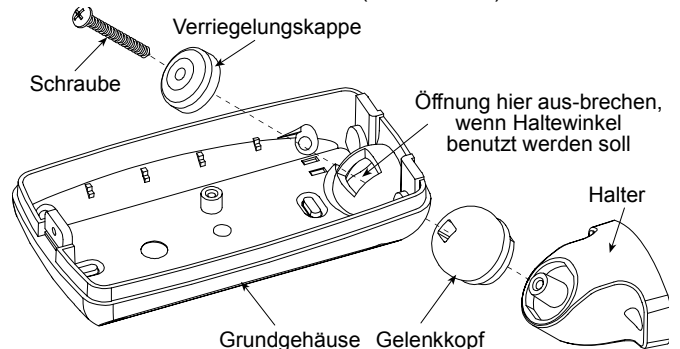

Abb. 6. Befestigung des Haltewinkels
C. Große vorgestanzte Öffnung in der Halbkugel am oben Teil der Gehäusebasis ausbrechen (siehe Abb. 6)
D. Haltewinkel wie in Abb. 6 gezeigt montieren.